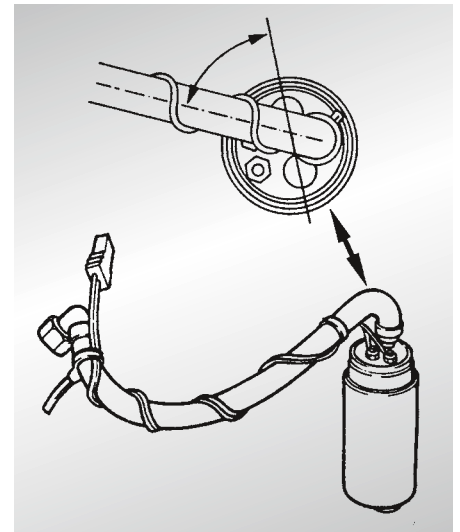
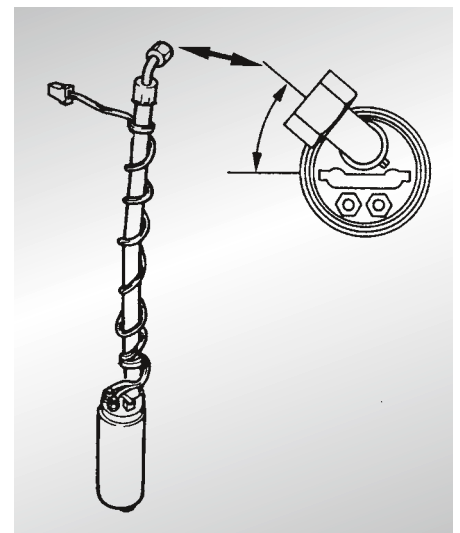

Abb. 4
Abb. 5
- Bei Formschläuchen oder Schläuchen mit Winkelverschraubung zwischen Pumpe und Flansch, ist beim Wiedereinbau die Lage (X) zu berücksichtigen, siehe Beispiele in Abb. 4 und Abb. 5. Vor dem Ausbau einprägen bzw. markieren.